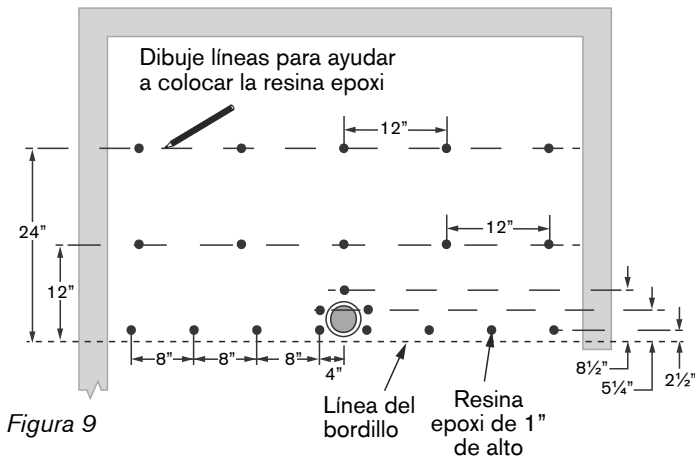

Figura 9
- 12 Antes de aplicar la resina epoxi, marque el piso con el patrón y los espacios de epoxi que se muestran a continuación. (Figura 9)